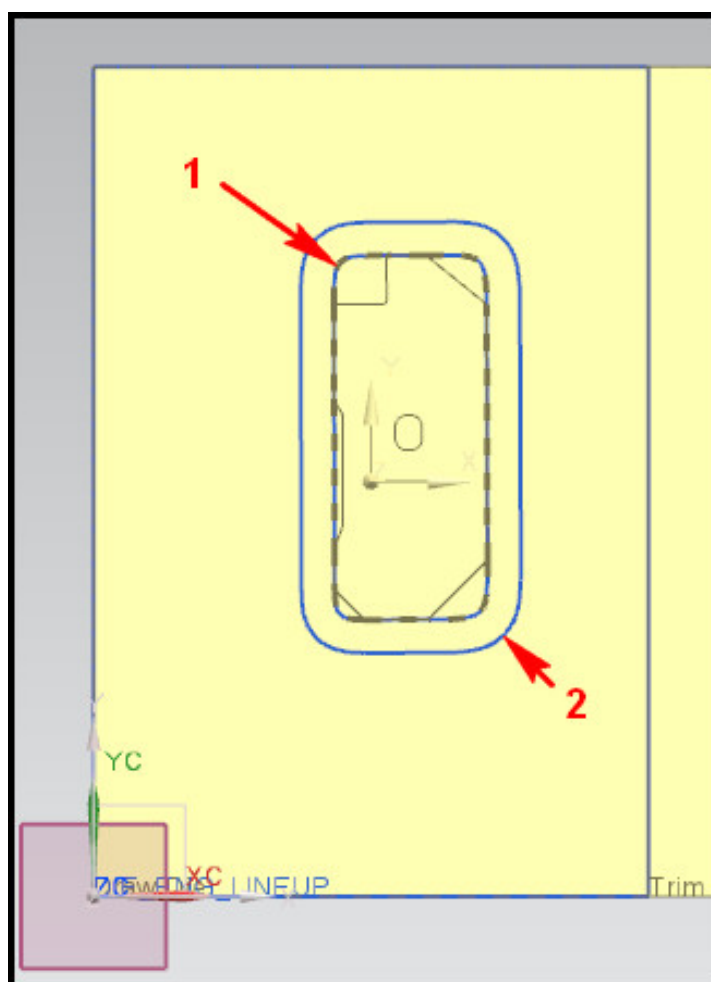

Рис. 7.18. Контур проема пуансона на плоскости **Z**
- Используя операцию **Смещение (Вставить – Кривая по кривой – Смещение)**, создайте контур проема пуансона на плоскости **Z** смещением на 30 мм. Результат представлен на рис. 7.18 (поверхность прижима скрыта).